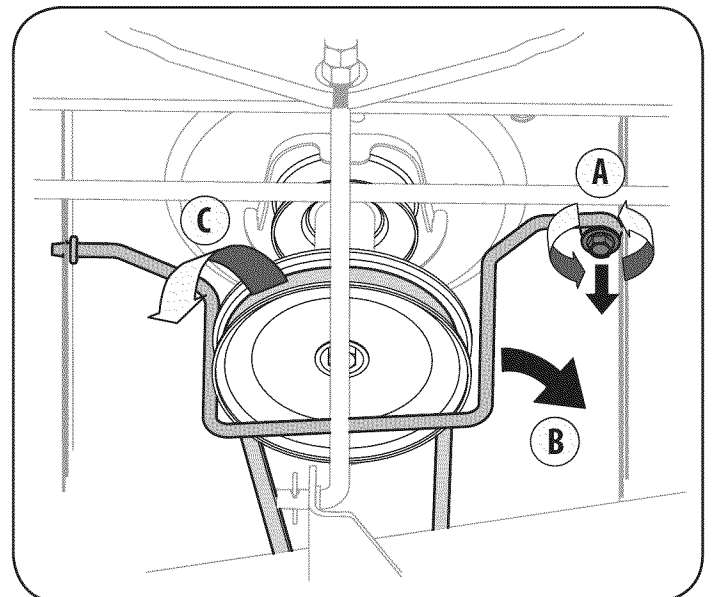

Figura 19
3. Extracción de la auto-Tornillo (A) que asegura el cinturón-Rod de todo poseedor de la polea del motor del tractor, a continuación, quitar la varilla poseedor del cinturón (B). Véase la figura. 19.
- Retire la correa (C) de alrededor de la polea del motor del tractor. Véase la figura. 19.